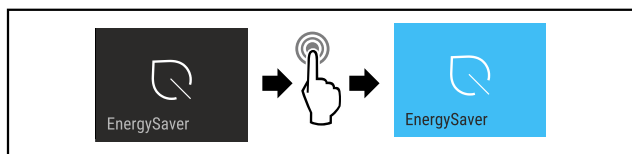

Fig. 17
- ▶ Izvedite zahtevane korake (glejte Fig. 17).